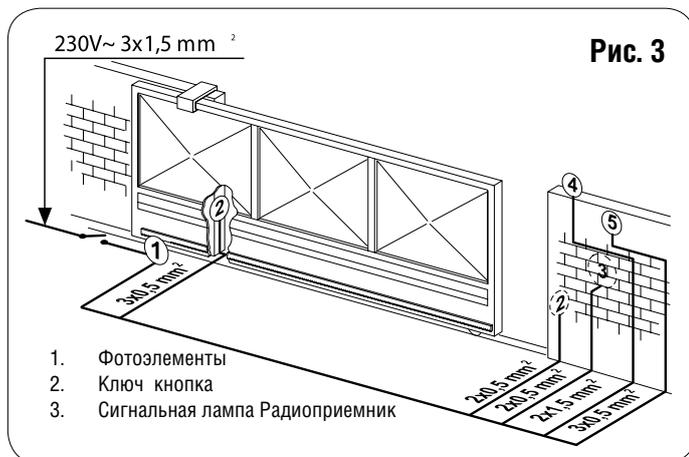

Рис. 3
4) Проложить кабели для подключения вспомогательного оборудования и питания, показано на рис. 3.
Проложите электрические кабели для присоединения аксессуаров и питания привода, как показано на рис.3. Для удобного подключения оставьте концы кабелей длиной не менее 40 см (рис.5-6 выноски 1).